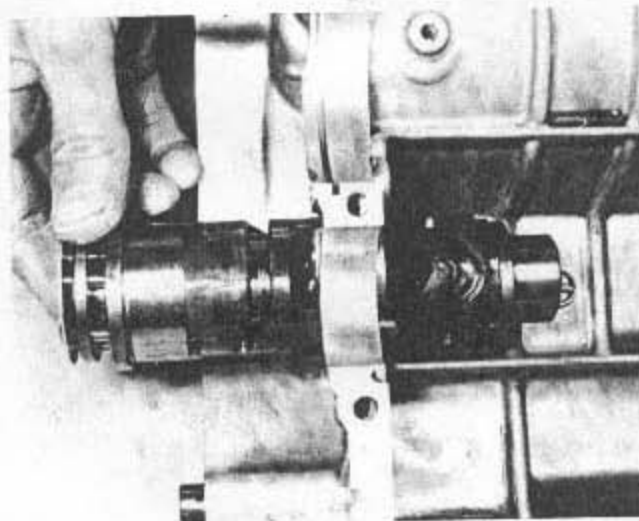

Bild 69
- Das Nadellager der Schaltwalze wird eingeölt und die Schaltwalze von der Primärtriebsseite der oberen Gehäusehälfte her ins Gehäuse eingesetzt (Bild 69). Falls anlässlich der Überprüfung festgestellt worden ist, dass die Schaltstifte verschlissen und die Stifte und Halteplatte ausgebaut worden sind, so baue man sie zu diesem Zeitpunkt noch nicht ein. Die Stifte werden laut Anweisung in Kapitel 2.8.9 zu einem späteren Zeitpunkt eingesetzt.